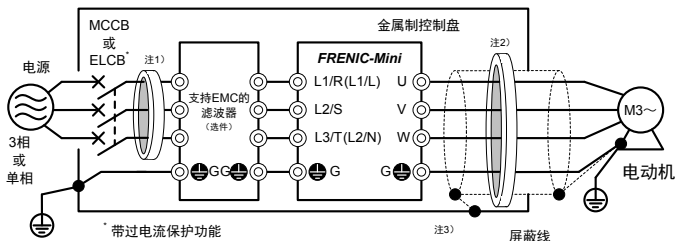

图 11.4 支持 EMC 的滤波器（选件）的设置方法
- 3) 当放射波超过标准时, 请如图 11.4 所示那样在金属制的盘中设置变频器及周边机器。